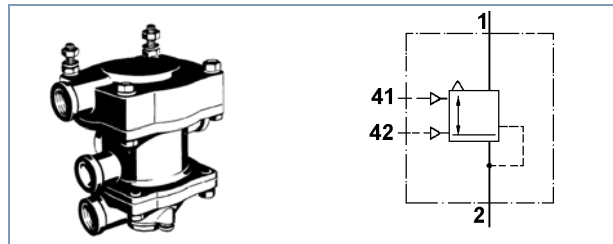

Abb. 1 Anhänger-Steuerventil 973 002 ... 0 / Funktionssymbol
– Gerät an Prüfstandanschlüsse (siehe Abb. 1) oder nach Prüfschema anschließen.